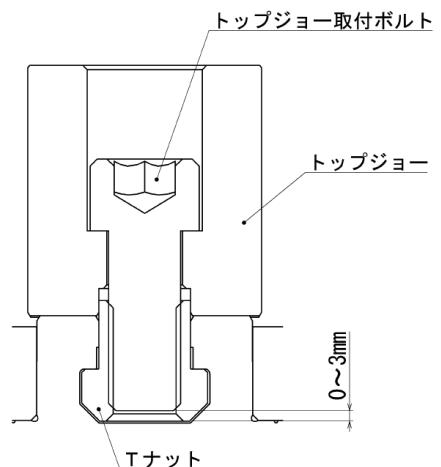

図 10
- ジョー取付ボルトの T ナットに対するねじ込み深さが浅いと、T ナットが破損し、ジョーや工作物が飛散して危険。取付ボルトが長すぎて T ナット底面から突き出ている場合も、トップジョーが固定されないため、ジョーや工作物が飛散して危険。従って、ジョー取付ボルトの全長は T ナットの底面より 0~3mm 程度すること。(図 10 参照)